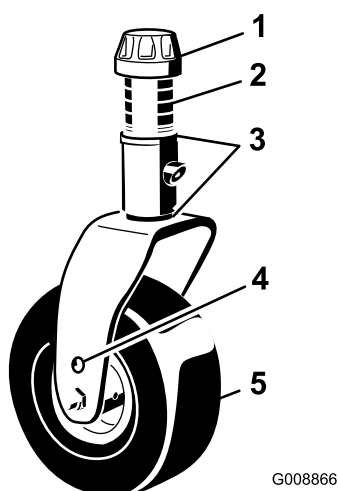
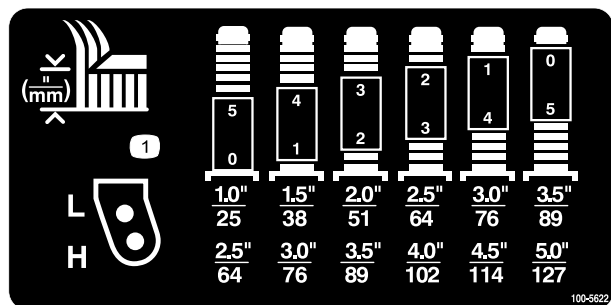
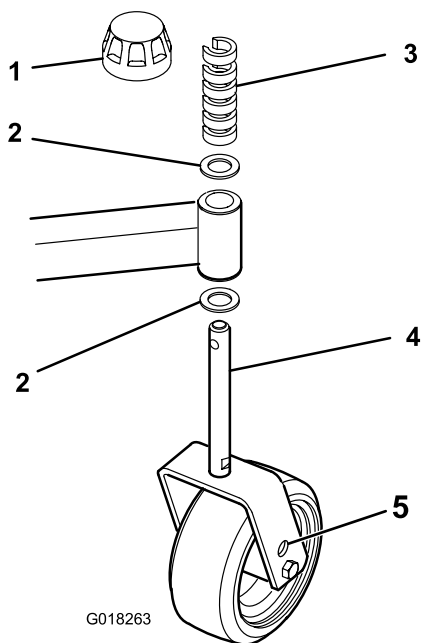

Figura 8
Figura 9
Figura 10
2. Posizionate gli assali delle ruote orientabili negli stessi fori di tutte le forcelle. Fate riferimento a Figura 8, Figura 9 e Figura 10 per determinare i fori adeguati all'impostazione voluta.
1. Togliete il cappuccio di tensione dall'asse del mandrino (Figura 8) ed estraete il mandrino dal braccio della ruota orientabile.
Fate riferimento a Figura 9 per determinare le combinazioni di distanziali necessari per l'impostazione voluta.
1. Rimuovete il cappuccio di tensione dall'asse del mandrino (Figura 10).